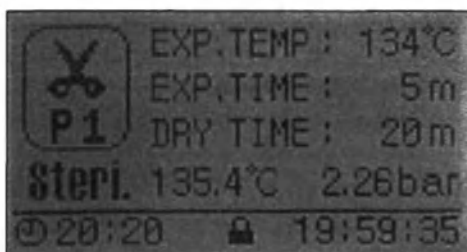

Рис. 13: Вид дисплея этапа стерилизации
Процесс нагрева завершается, когда температура в камере достигает заданной температуры обработки, а цикл автоматически переходит к этапу стерилизации. При этом в строке этапа цикла на ЖК-дисплее появляется метка [Steri.], как показано на Рис. 13. Для поддержания температуры обработки блок управления непрерывно контролирует работу водяного насоса (WP) и клапана заполнения водой/подачи пара (SV1). Этап стерилизации отсутствует в цикле теста на утечку вакуума. Выполнение этапа стерилизации продолжается в течение заданного периода времени.